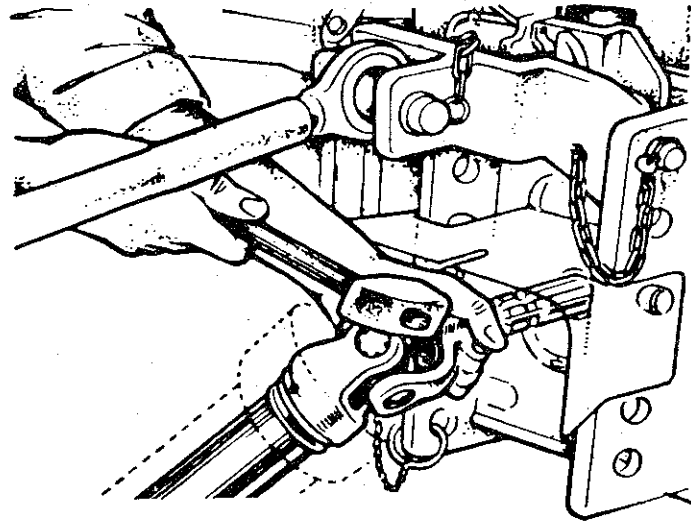

Abb. 2
3. Vor dem Ankuppeln die Anschlußwellen auf einwandfreien Zustand überprüfen und Einrasten der Schnellverschlüsse beachten. Niemals Schlagwerkzeug anders als in Abb. 2 ansetzen. Das An- und Abkuppeln der Gelenkwelle soll grundsätzlich auf der Schlepperzapfwelle erfolgen. Ein Auseinanderziehen der Gelenkwelle bei geräte- und schlepperseitig abgekuppelten Gelenkwellenhälften ist ebenso